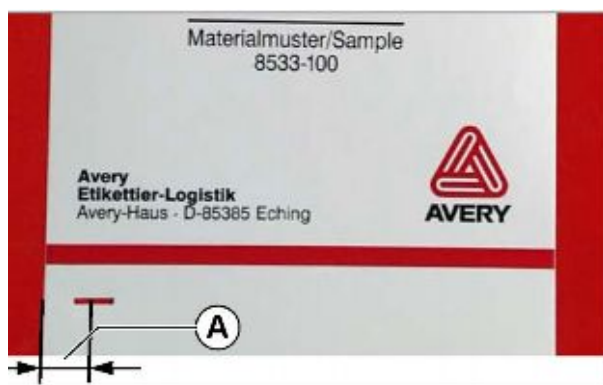

Рис. 31. Определение положения метки-проруба
- Положение метки-проруба Расстояние (Рис. 31А) от внутреннего края этикетки до центра метки.